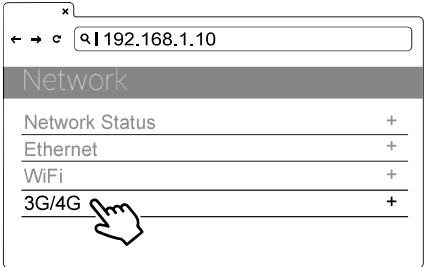

Figure 38. Sélection du réseau
4) Sélectionner : SET I Network I 3G/4G. Voir la figure 38.